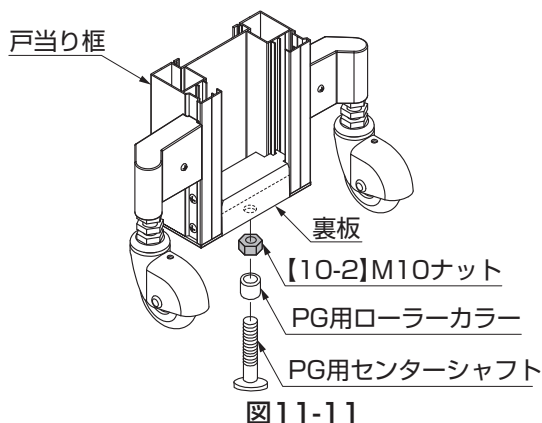

図11-11
①PG用ローラーカラーと【10-2】を組付けたPG用センターシャフトを裏板に仮組みしてください。(図11-11参照)